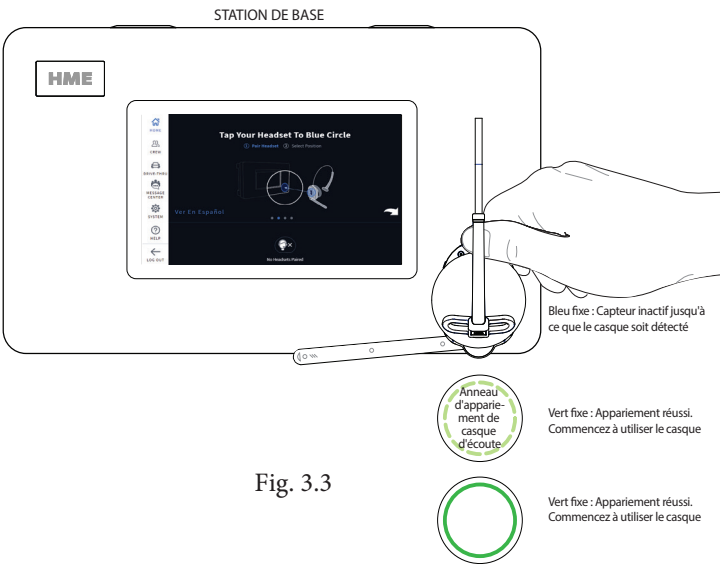

Fig. 3.3
- Appariez le casque en maintenant le côté du clavier du casque contre l'anneau d'appariement du casque (cercle bleu plein) sur la base (voir Fig. 3.3). L'appariement commence automatiquement dès que le casque d'écoute est détecté.